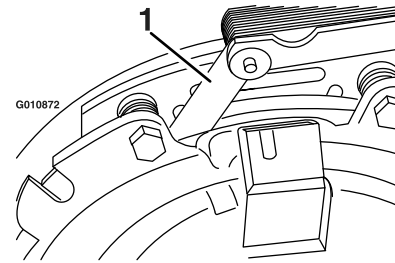
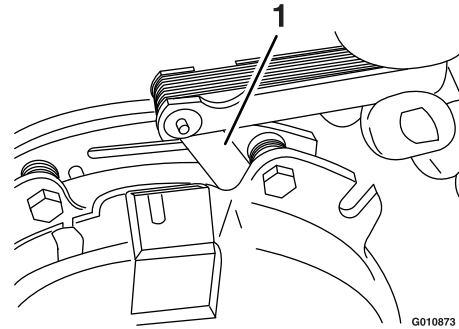

Figure 86
Figure 87
- E. A l'aide d'une jauge d'épaisseur de 0,25 mm (0,01 po), vérifiez qu'il existe un entrefer entre le rotor et la face de l'induit, de chaque côté du pôle de frein, comme montré à la Figure 86 et la Figure 87.